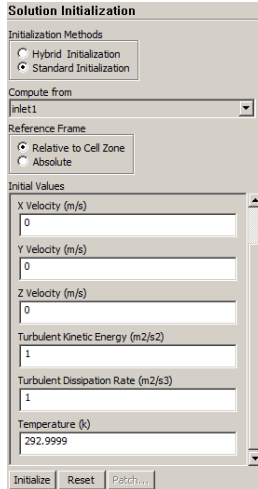

Рис. 43 – Инициализация решения
**Шаг 14.** Выполнение так называемой инициализации расчётной модели – заполнения памяти компьютера начальными значениями переменных, необходимыми для проведения первой итерации. Для инициализации нужно перейти на вкладку *Solution Initialization* (инициализация решения), на панели выбрать стандартный тип инициализации (рис. 43) - *Standard Initialization*. Затем в поле *Compute from* выбирается входная граница (*inlet1*), в качестве инициализационной, и нажимается кнопка *Initialize*. При этом во всей расчетной области начальные параметры в ячейках становятся такими же, как на входе.